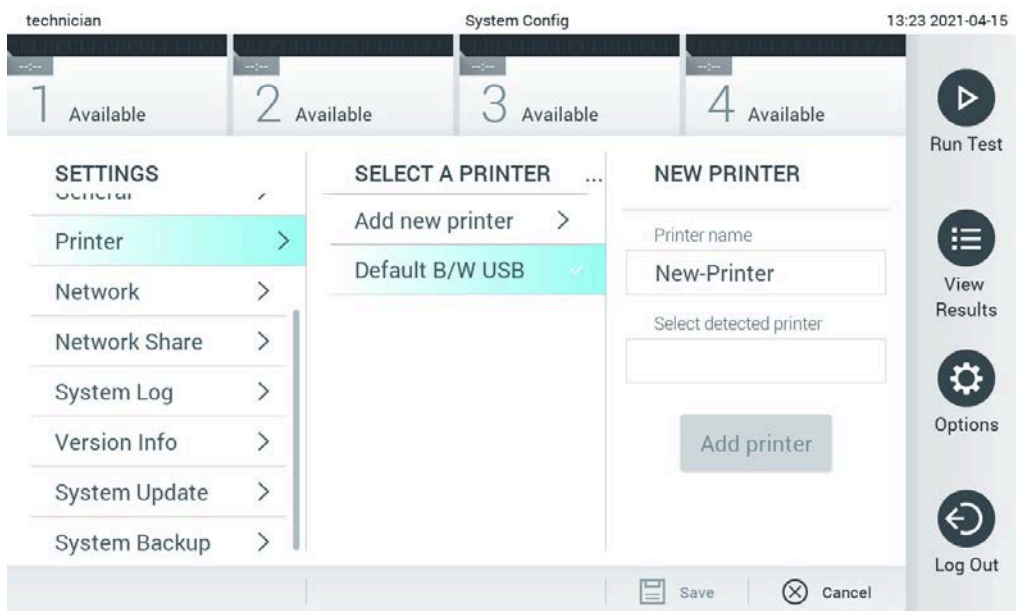

Рис. 100. Установка принтера с установкой драйвера
5. Нажмите **Add Printer** (Добавить принтер) (рис. 100).